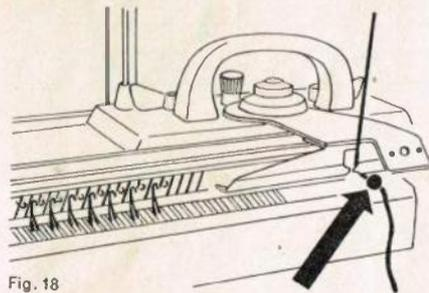

Fig. 18
- e) Zu Beginn der Schlossbewegung Fadenende unterhalb der Führungsöse halten, damit das Garn nicht herausgleitet, Fig. 18.